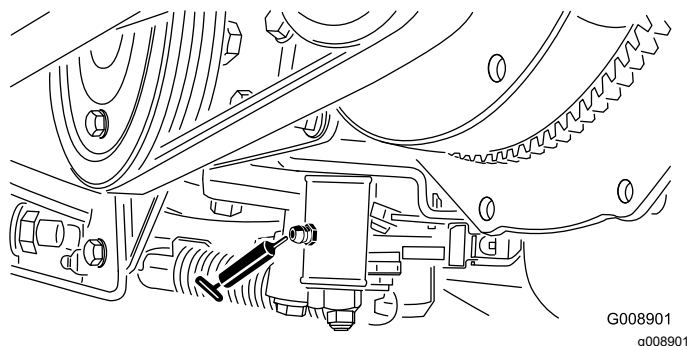

Figure 60
- Mécanisme de réglage du point mort (Figure 60)